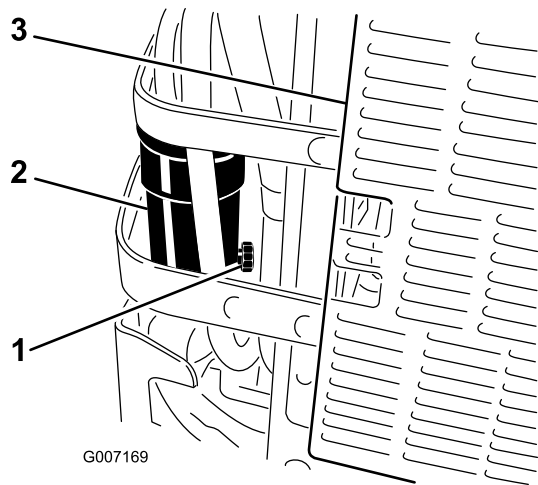

Bild 50
6. Öffnen Sie das Ablassventil am Wasserabscheider um ca. eine Umdrehung, damit das Wasser und andere Verunreinigungen ablaufen können (Bild 50).
7. Schließen Sie das Ablassventil, wenn Diesel austritt (Bild 50).